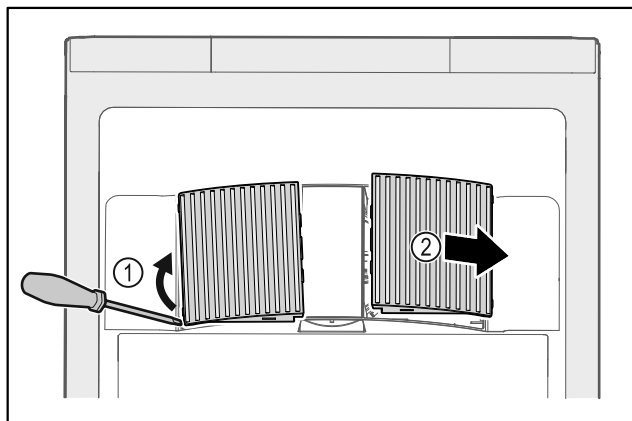

Fig. 172
- Estrarre con cautela i coperchi delle ventole dai lati Fig. 172 (1) e rimuoverli in avanti Fig. 172 (2).